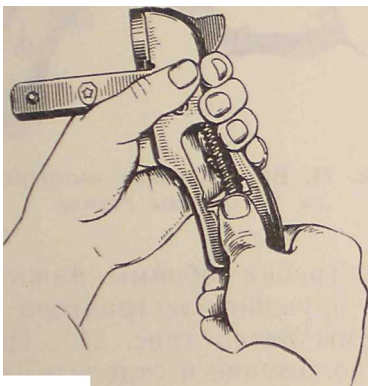

Рис. 22. Отделение боевой пружины с толкателем курка и с опорной планкой от рамки
3. **Отделить боевую пружину с толкателем курка и опорной планкой от рамки:** удерживая рамку в левой руке, правой рукой нажать на опорную планку в любую сторону и вынуть боевую пружину с толкателем курка через боковое окно в рукоятке (рис. 22).